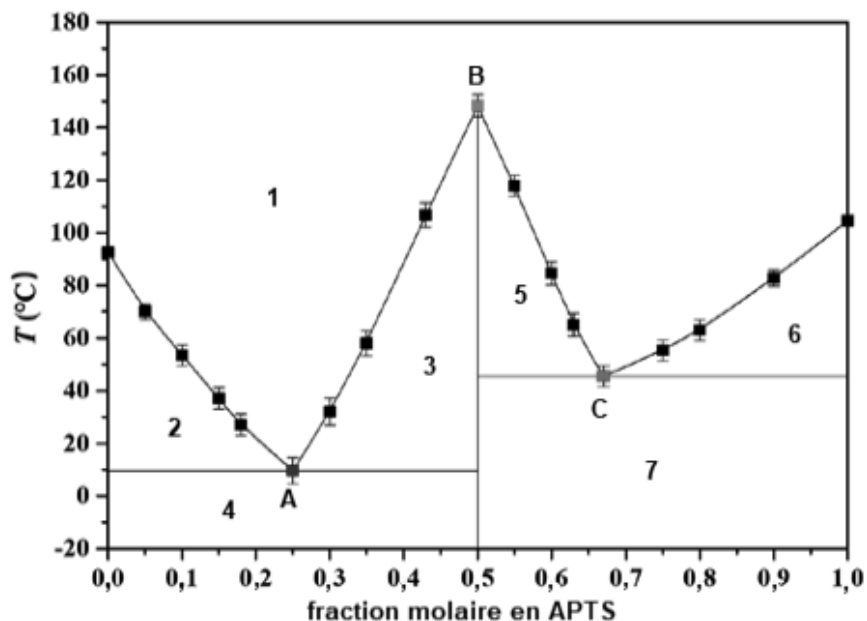

Figure 4 - Diagramme binaire isobare solide-liquide du mélange imidazole-APTS¹
Les SEP résultent de l'association d'un donneur de liaison hydrogène et d'un accepteur de liaison hydrogène dans des proportions correspondant à celles d'un mélange eutectique. Ils sont utilisés pour de nombreuses applications (électrochimie, extraction, catalyse...). On s'intéresse ici à un SEP à base d'imidazole et d'acide paratoluènesulfonique (APTS), utilisé pour le captage du dioxyde de carbone. Le diagramme binaire du mélange imidazole-APTS est donné sur la **figure 4** ci-dessous (sous pression atmosphérique). On pourra utiliser la notation I pour l'imidazole.
2. À l'aide du diagramme de la **figure 4**, déterminer une estimation de la valeur de la température de fusion de l'imidazole
4. Attribuer les domaines numérotés de **1** à **7** du diagramme de la **figure 4**